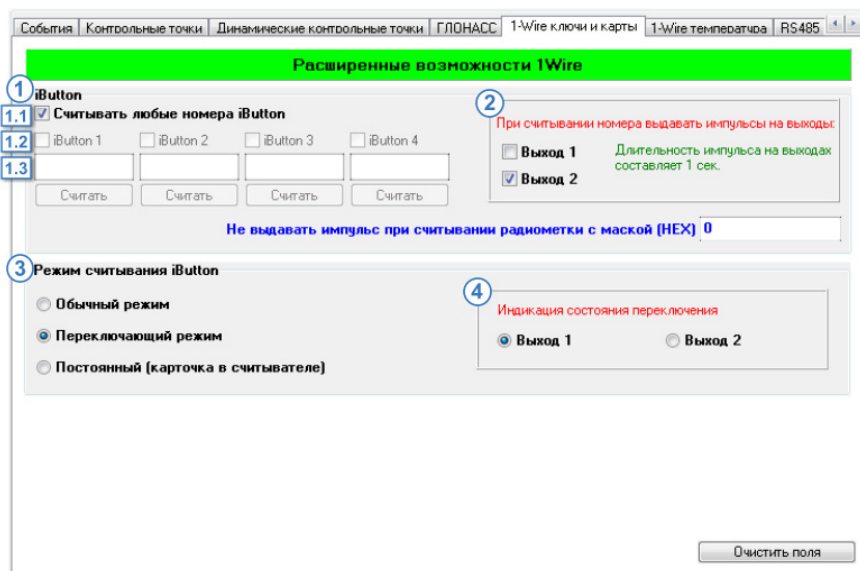

Рис.36. Вкладка «1-Wire ключи и карты».
На вкладке «1-Wire ключи и карты» (Рис.36) пользователь может настроить работу контроллера с 1-Wire ключами, которые используются для идентификации, например, водителя транспортного средства, на котором установлен контроллер «АвтоГРАФ».
- нажать кнопку «Считать». Номер ключа будет занесен в соответствующее поле (**Рис.36, п.1.3**) в программе «AG.GSMConf».